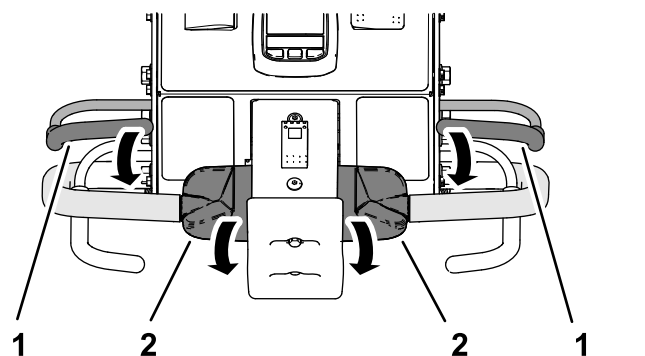

Figure 33
2. Serrez l'une des barres de présence de l'utilisateur contre la poignée du timon et tournez le haut de la commande de déplacement vers l'avant (Figure 33).